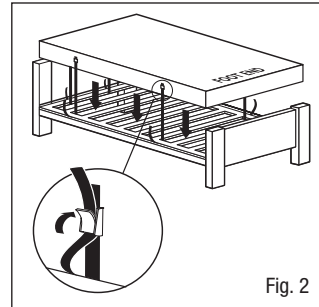

Fig. 2
3. Fastgør madrassen til sengebunden med hjælp af de justerbare stropper - før stropperne gennem sengestellets madrasplatform og fastgør spænderne (Fig. 2), så de ikke hindrer de bevægelige komponenter på elektriske senge. Dette er vigtigt, da det forhindrer, at madrassen løsnes fra sengestellet og forårsager eventuelle personskader. Et sæt stroppforlængere kan leveres til brug ved boksmadrasser (delnummer 11062).